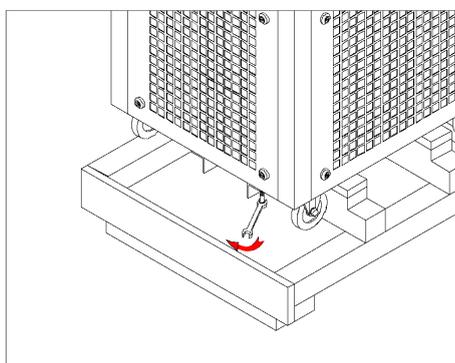

Figura 1-1
2. Retire las 4 tuercas que sujetan la máquina al pedestal (Figura 1-1).